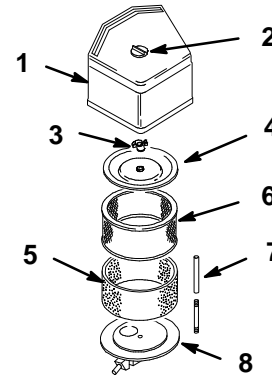

Figure 17
3. Nettoyer les abords du filtre à air pour éviter d'introduire dans le moteur des impuretés qui pourraient l'endommager. Dévisser le bouton et déposer le couvercle du filtre à air (Fig. 17).
4. Faire glisser délicatement l'élément en mousse pour le retirer de l'élément en papier (Fig. 17).
5. Dévisser l'écrou du couvercle et déposer le couvercle et l'élément en papier (Fig. 17).
1. Glisser délicatement l'élément de filtre en mousse sur l'élément en papier (Fig. 17).
2. Enfiler les éléments assemblés et le couvercle sur la longue tige, puis visser l'écrou du couvercle contre le couvercle et le serrer à la main (Fig. 17).
3. Remonter le couvercle du filtre à air (Fig. 17).